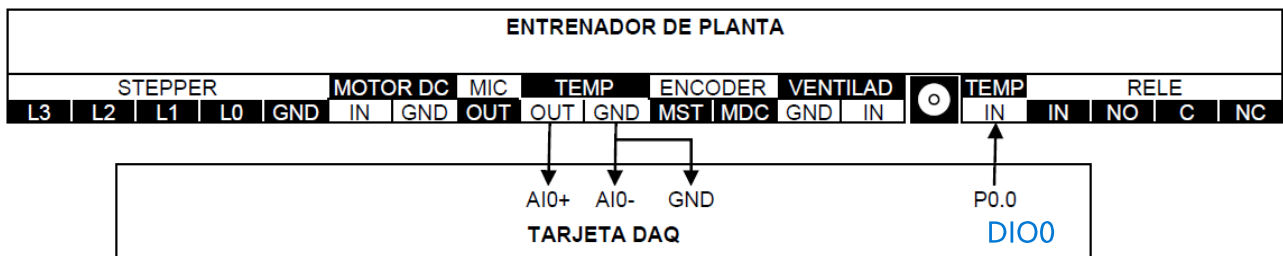

Figura 1: Esquema de conexión DAQ - EPC
1. Conecte el entrenador EPC al NI myDAQ como se muestra en la figura 1.